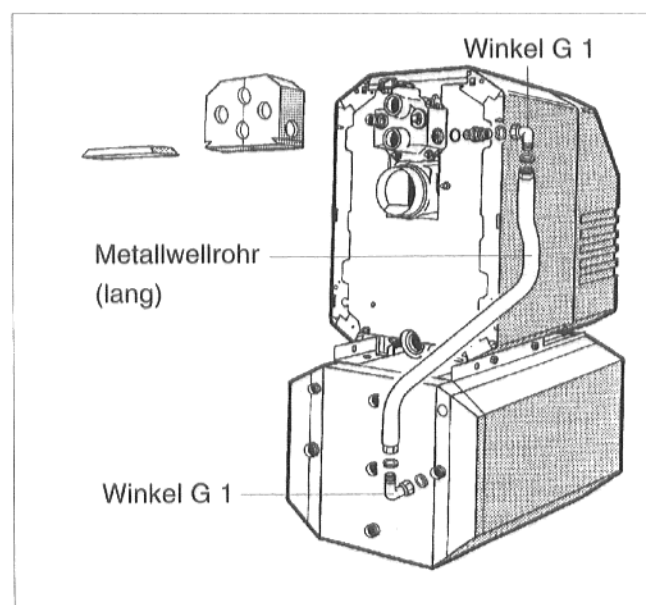

Abb. 8
- Winkel G 1 mit der Überwurfmutter und eingelegter Dichtung auf den Doppelnippel G 1 aufschrauben (Abb. 8).
- Winkel G 1 mit eingelegter Flachdichtung an den Rücklaufstutzen der Speicherheizschlange anschrauben (Abb. 8).
- Metallwellrohr (lang) mit der Überwurfmutter und eingelegter Flachdichtung auf den Winkel G 1 am Rücklaufstutzen der Speicherheizschlange schrauben (Abb. 8).
- Überwurfmutter am freien Ende des Metallwellrohres (lang) mit eingelegter Flachdichtung auf den Winkel am Anschlußformstück aufschrauben (Abb. 8).